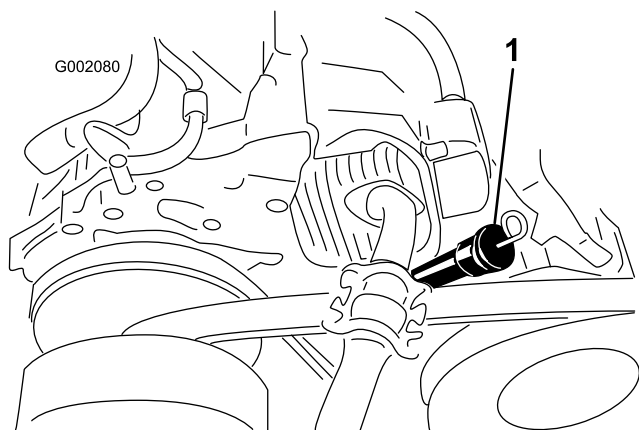

図 41
8. ディップスティックと補給口の周辺をきれいに拭いてからディップスティックを抜き出す (図 41)。
9. ディップスティックの Full 位置まで、給油口から適切なオイルを補給する (図 41)。
10. ディップスティックを補給口に根元まで差し込んでから抜き取ってオイル量を確認する (図 41)。
11. ディップスティックを補給口にしっかりと取り付ける (図 41)。